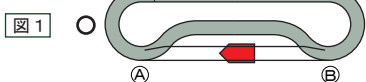

図1
- ① 図1ではポイントA・Bともに曲線側に切り換わっている車は走行しません(待避状態)。ポイントを直線側に切り換